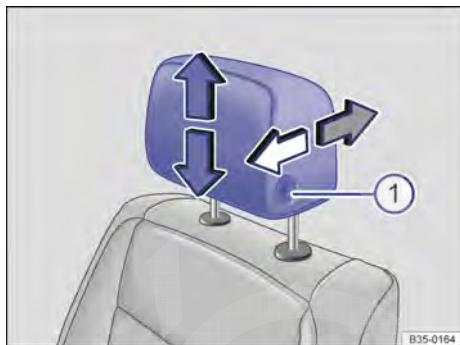
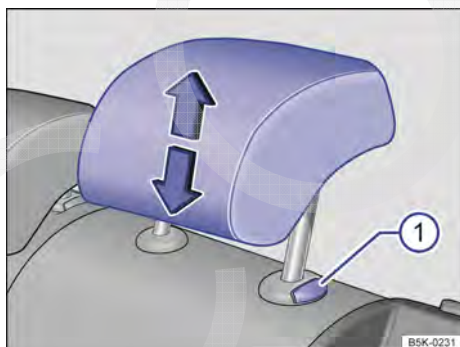

Fig. 82 Ajustar o apoio para cabeça dianteiro.
Fig. 83 Ajustar o apoio para cabeça traseiro.
- Empurrar o apoio para cabeça para cima no sentido da seta ou, com o botão → Fig. 82 ① ou → Fig. 83 ① pressionado, empurrar para baixo → ⚠️ em *Introdução ao tema* na página 104.
- Empurrar o apoio para cabeça para frente na direção da seta ou para trás com o botão → Fig. 82 ① pressionado.